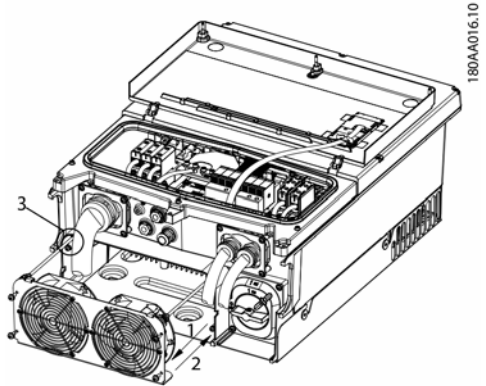

Imagen 1.4
1. Introduzca los dos cables negros por las aperturas de la parte inferior del inversor: un cable por cada lado. Consulte la posición (3) en la imagen 1.4.
2. Monte el dispositivo nuevo de ventilación. Consulte la posición (2) en la imagen 1.4. Introduzca el cable por dentro del inversor y presione el dispositivo del ventilador hacia dentro de la carcasa. Ajuste los cuatro tornillos (2,5 Nm).
5. Retire el dispositivo de ventilación. Consulte las posiciones (1) y (3) de la imagen 1.4.